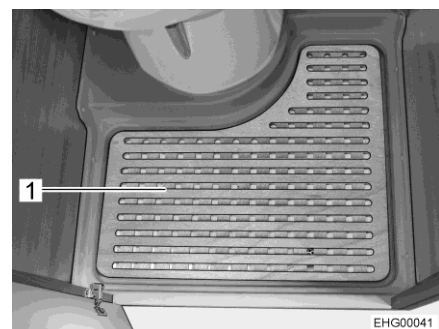

Bild 70 Herausnehmbare Bodenplatte
- Herausnehmbare Bodenplatte (Bild 70,1) zum Duschen entfernen.